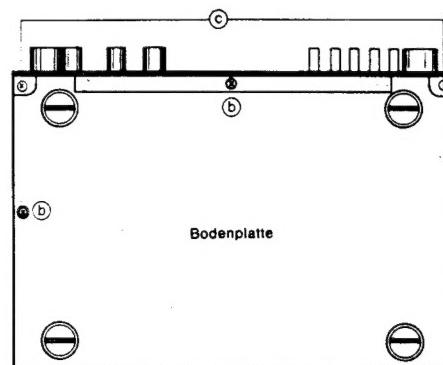

Abb. 2
- Die Schrauben (⑤) auf Abb. 2 und 3 herausdrehen.
- Die Schrauben (⑥) herausdrehen (Abb. 2 und 3).